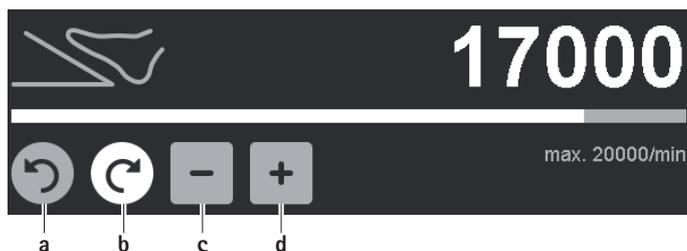

Fig. 6 Alterar o limite superior da gama de rotações/sentido da rotação
- ▶ Alterar o sentido de rotação: Premir seletor do sentido da rotação para a direita/para a esquerda, inativo, cinzento **a/b**, ver Fig. 6.